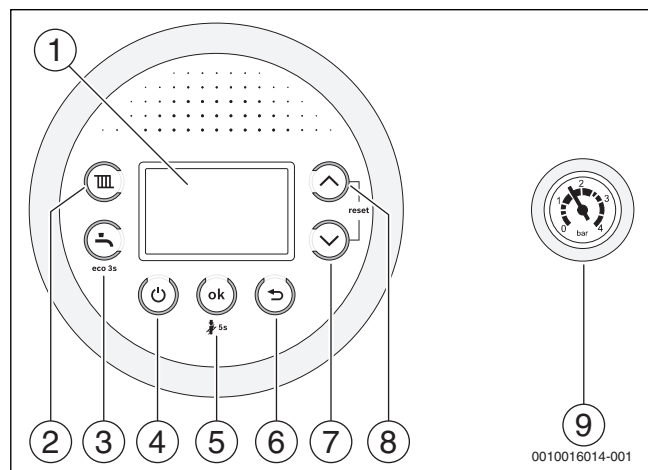

Fig. 1
- Opriți aparatul folosind tasta  (→ fig. 1).